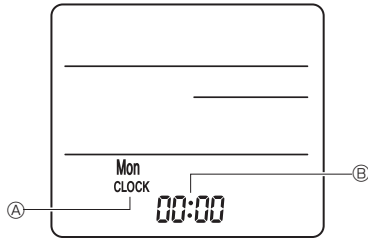

Fig. 7-10
3) Ayar (Saat ayarı) (Fig. 7-10)
① Pilleri takın veya ucu sivri bir nesne kullanarak ● CLOCK düğmesine basın.